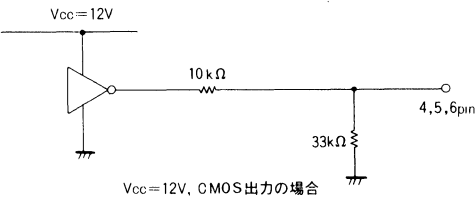

Fig.7
- (1) 入力端子とMOS出力端子は、直結できますが、端子保護のため数kΩ～数10kΩの抵抗挿入を推奨します (Fig.7 参照)。
- (2) 信頼性向上のため同一モータの正逆転入力は、いったんブレーキ状態を経由してください。10μs 以上を推奨します。
- (3) V_{CC1} (7pin) が最初に立上り、最後に立下るような電源投入順序を推奨します。